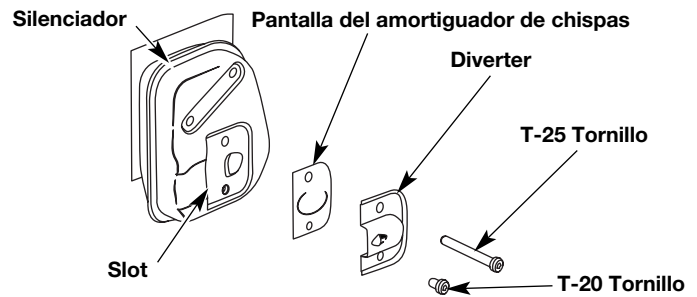

Fig. 39
- 20 y un pedacito T-25, quite los tornillos que unen el desviador de los pararrayos de la chispa al silenciador (Fig. 39).